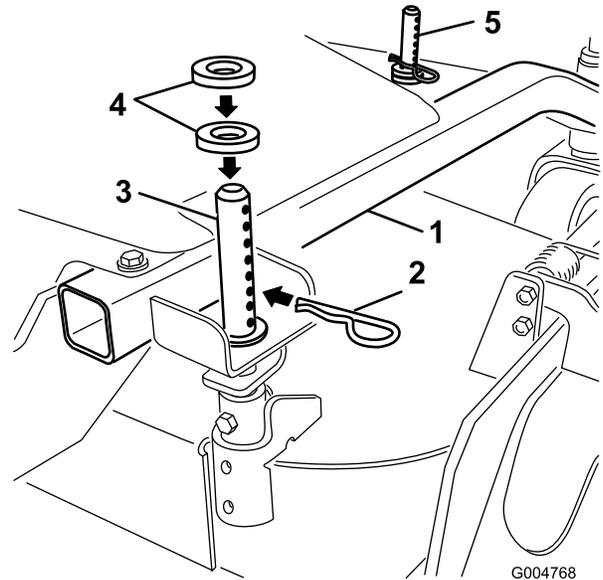

Bild 12
1. Wählen Sie das Loch in der Schnitthöhensäule und die gewünschte Anzahl der Distanzstücke, das der von Ihnen gewünschten Schnitthöhe entspricht (Bild 12).
2. Heben Sie das Mähwerk mit dem Hubgriff an und nehmen Sie den Splint ab (Bild 12).
3. Fügen Sie die gewünschten Distanzstücke hinzu oder entfernen Sie diese. Richten Sie die Löcher aus und stecken Sie den Splint ein (Bild 12).